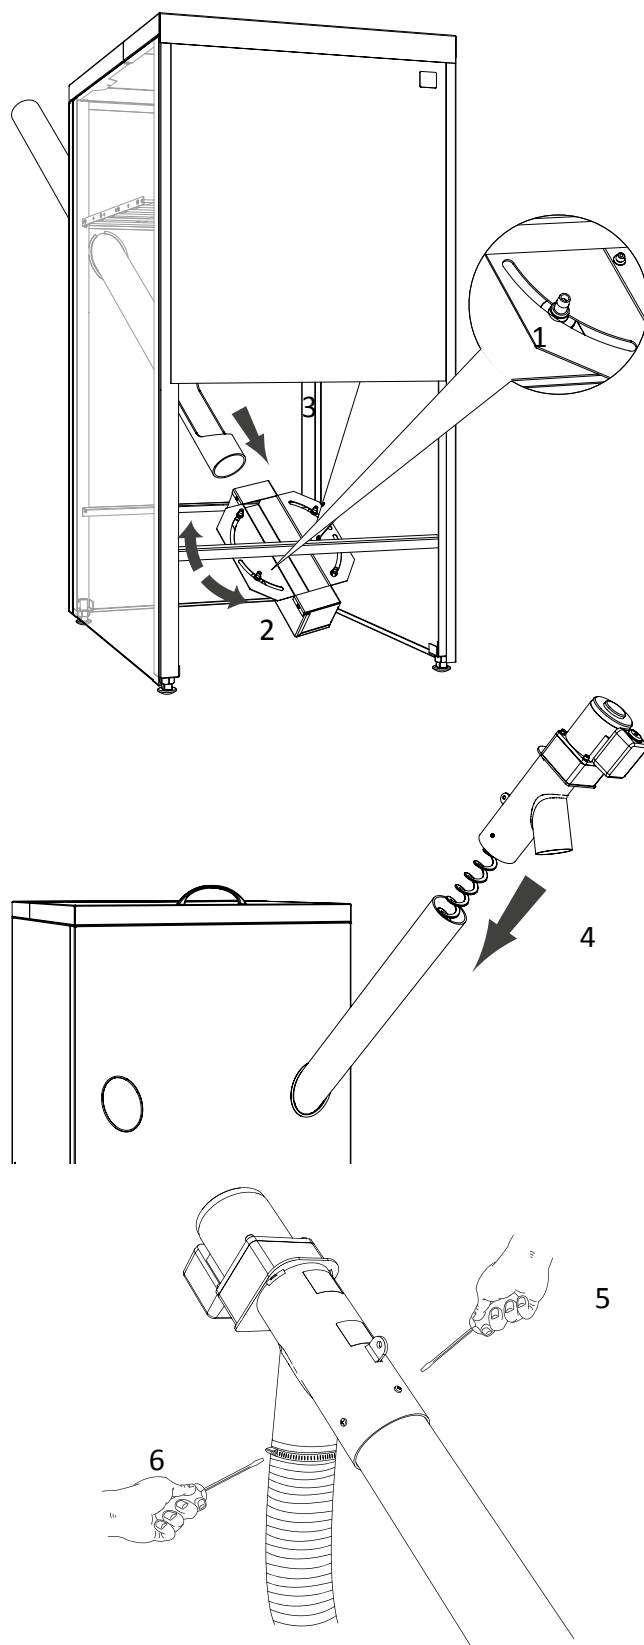

Fig. 8 Installation af sæt
2. Løsn fastgørelsesskruer af magasinets drejegreb (Fig. 8 position.1) og drej grebet maksimalt til venstre eller højre – afhængig af sneglens placering (Fig. 8 position 2).
3. Indfør sneglens transportrør i den tidligere lavet montageåbning (Fig. 8 position 3) (for en præcis indstilling) derefter strammes skruerne på drejegrebet.
1. Indfør sneglens spiral i transportrøret (Fig. 8 position 4).
3. Monter den fleksible plastslange til sneglens forbindingsled og til brænderens påfyldningsrør ved hjælp af spændebånd (Fig. 8 position 6).
5. Efter bestemmelsen af den optimale hældningsgrad af sneglen, bor for i plastrøret ved hjælp af det vedlagte bor derefter stram dem ved hjælp af de vedlagte skruer (Fig. 8 position 5).